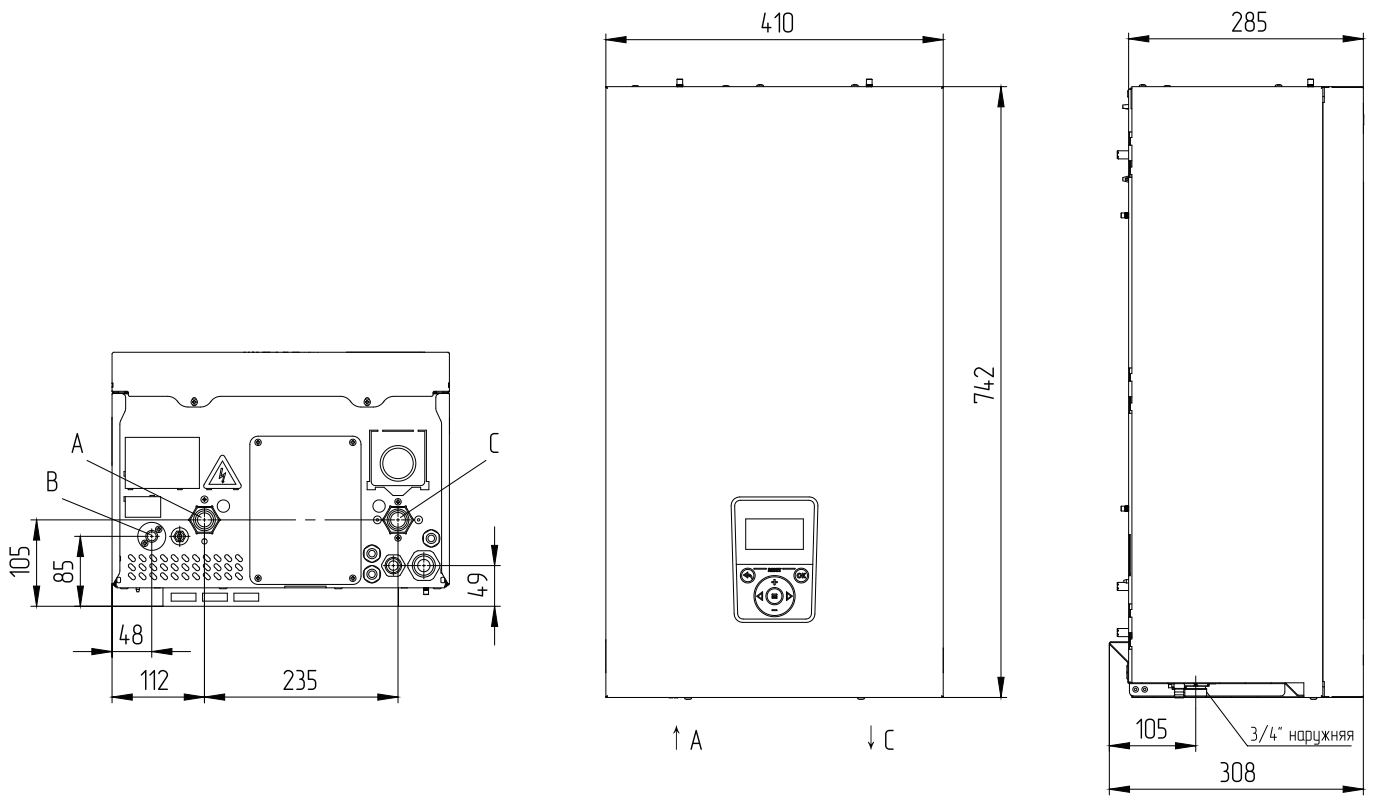
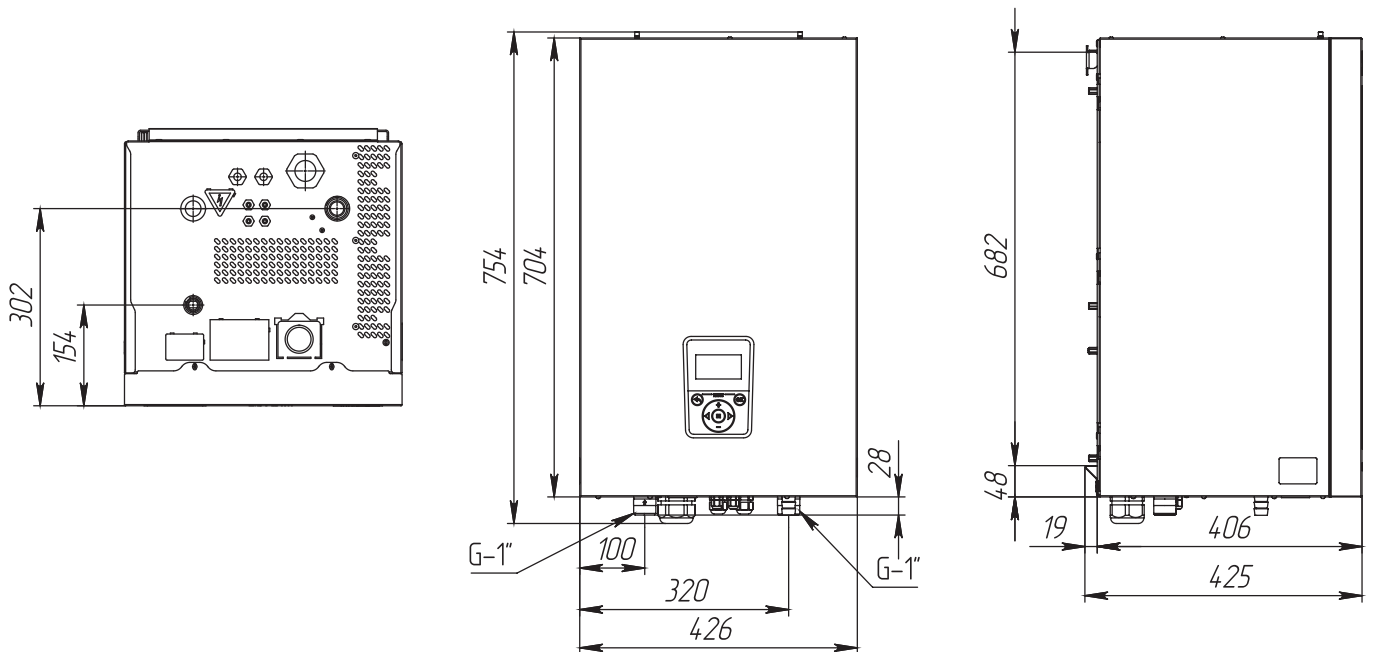

**Рис. 14** Габаритные размеры ZOTA МК-X Plus V2 от 6 до 24 кВт
**Рис. 15 Габаритные размеры ZOTA МК-X Plus от 30 до 42 кВт**
1. Подсоединить котел к системе отопления. Габаритные и присоединительные размеры котлов указаны на **Рис. 14, Рис. 15**;